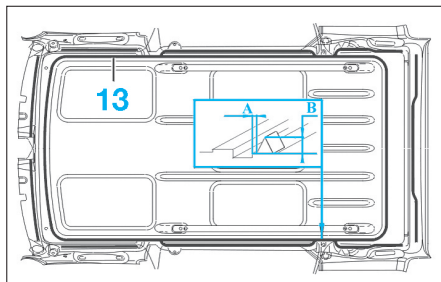

FIG. 117
Poser un cordon de colle (13) uniforme, d'une hauteur de 15,0 mm et par recouvrement à chaque changement de cartouche (Fig.117).